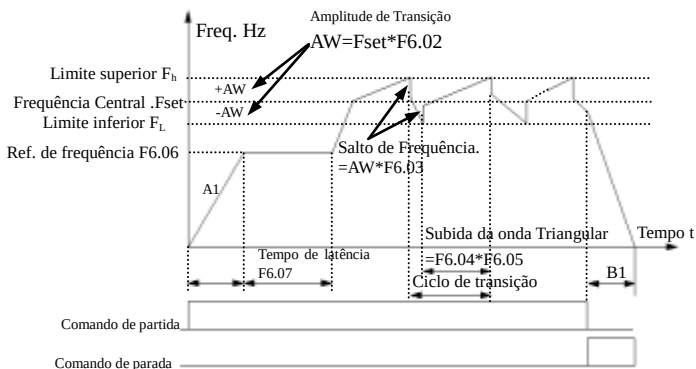

Fig. 6-35 Função de Transição
0: Amplitude variável. A amplitude (AW) de transição varia dentro de uma banda de frequência em releção a frequência central. Esta variação é determinada por F6.02. Detalhamento na Fig. 6.35.
1: Amplitude Fixa. A amplitude (AW) de transição é determinada pelo Limite Superior de Frequência e F6.02. Detalhamento na Fig. 6.35.
Conforme mostrado na Fig.6-35. Se este parâmetro for ajustado como 0.00%, não haverá salto de frequência.
Este parâmetro define o tempo de subida $= F6.04 \times F6.05$ (s), e o tempo de descida $= F6.04 \times (1 - F6.05)$ (s). Detalhamento na Fig.6-35.
Quando ajustado para entrada automática na Função de Transição, F6.07 é usado para determinar quanto tempo o inversor irá trabalhar na frequência F6.06 antes de entrar na Função de Transição. Detalhamento Fig.6-35.